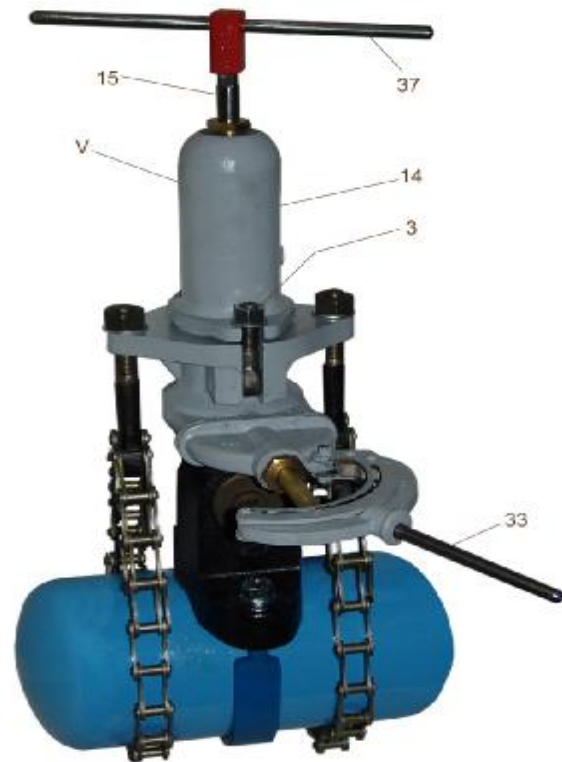

Abb. 3: Stopfeneinführung
(Siehe Abb. 3)
Flachschieber öffnen, die Schlüsselstange (15) der Ventileinführung (V) mittels Windeisen (37) nach unten drücken und bei Erreichen des Stopfengewindes den Stopfen durch **Rechtsdrehung** einschrauben. (Siehe Abb. 3)